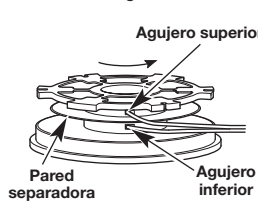

Fig. 17
2. Usando uno de los extremos separados, inserte una de las líneas en el agujero superior y la otra en el agujero inferior del carrete interior (Fig. 17).